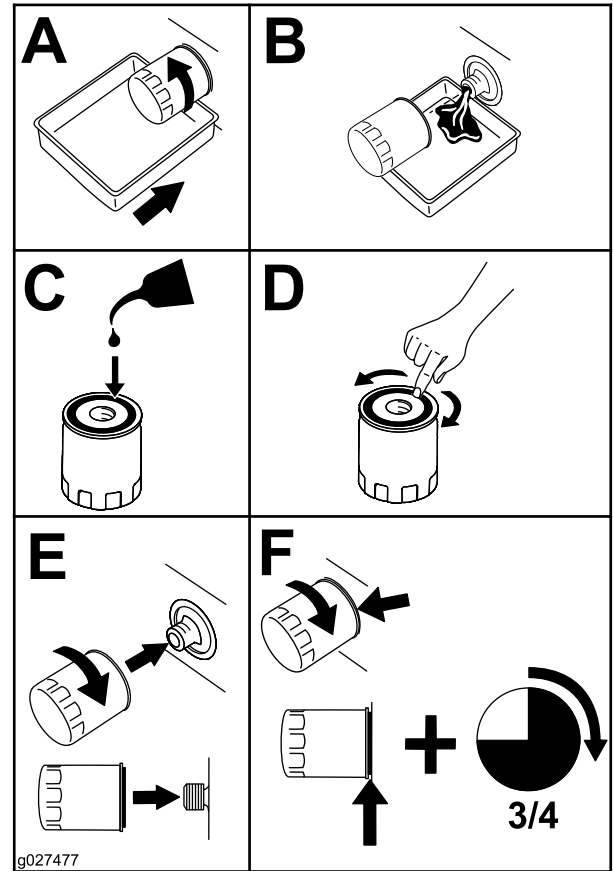

Bild 38
5. Wechseln Sie den Motorölfilter (Bild 38).